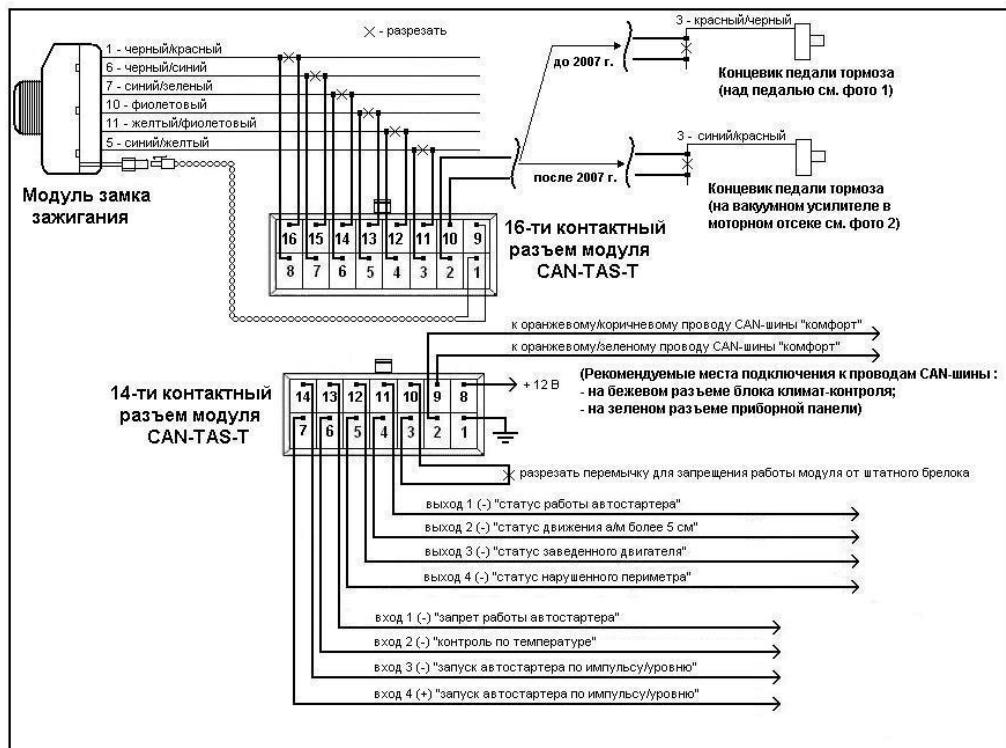

Рис. 1. Схема подключения модуля CAN-TAS-T
- Скоммутируйте провода 16-ти и 14-ти контактных разъемов модуля согласно схемы подключения (Рис. 1).
5. Нажатие на кнопку закрывания или открывания 3-и раза на штатном брелоке в течение 5-и секунд, при условии разрешения работы модуля автозапуска от штатного брелока (перемычка установлена (рис.1)).